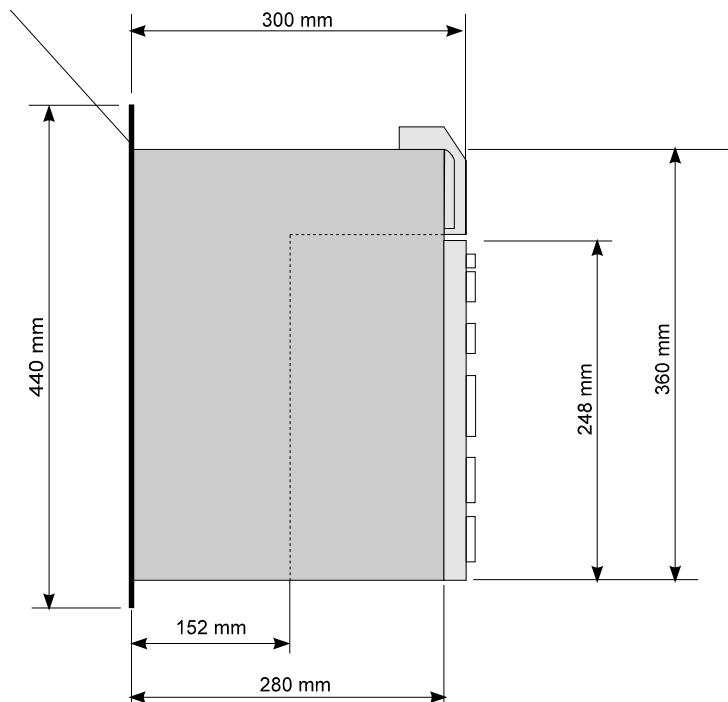

Abbildung 7: Bohrbilder/Einbauraum
1. Rückwandbefestigungsblech im Schaltschrank befestigen (Maße siehe ▶Abbildung 7◀ auf Seite 45)